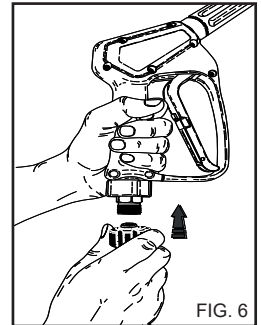

FIG. 6
Koble høytrykksslagen til spyleren (fig. 5C) og til munstykket (fig. 6).
**Under bruk med kokende vann, "Dampfase", må du holde deg unna åpninger for damputslipp (fare for brannskader). Etter at du er ferdig å bruke "dampfase", skrus termostatknappen "B" til posisjon "0" (fig. 6) og la maskinen kjøle seg ned i ca tre minutter med munnstykket i bruk.**